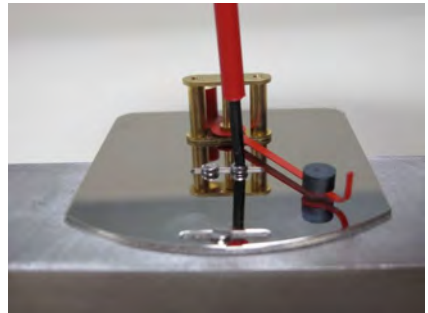

Abb. 68
- 15.** ▶ Anzeige-Bodenplatte auf Gerätekörper legen und die Befestigungsschrauben soweit eindrehen, dass sich diese noch verschieben lässt (Abb. 68). Darauf achten, dass an der Langnut (Bereich Zeigerspitze) die Senkkopfschraube und im Bereich (Anzeige Mitte) die beiden Zylinderkopfschrauben eingesetzt werden